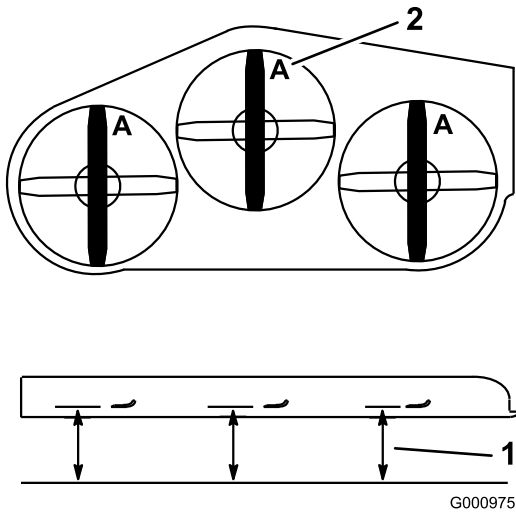

Figure 97
- Tournez les lames dans le sens longitudinal (Figure 97).
- Mesurez la distance entre la surface plane et le tranchant (position **A**) des lames (Figure 97).